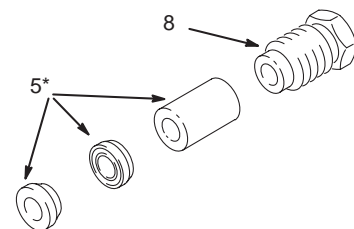

Fig. 24
3. Sæt en ny O-ring (34) i indsatsen (4). Sæt en ny O-ring (2b) i huset (2a). **BEMÆRK:** For at lette isætningen af O-ringen placeres indsatsen (4) i sprøjtehuset (2a), så enden af-blændes. Isæt den ene ende af O-ringen i rillen i huset, og pres derefter resten af O-ringen på plads.
4. Skru pakningsskruen (8) af indsatsen (4) ved hjælp af pistolværktøjet (28).
5. Brug en mekanisk tang til at skubbe de 3 væskepakninger (5) ud af indsatsen (4). Pas på ikke at beskadige indsatsen. Kassér de gamle væskepakninger.
6. Placer de nye væskepakninger (5) og pakningsskruen (8) på nålen (13). Fig. 24 viser, hvordan delene skal vende.